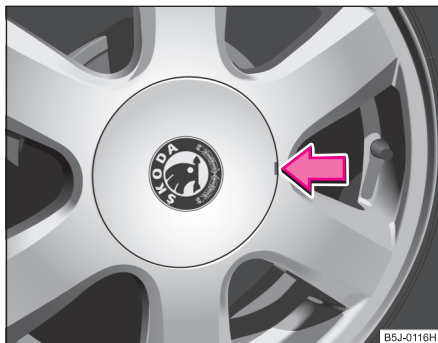

Fig. 169 Desprinderea ornamentelor
- Mișcați cu atenție ornamentul cu ajutorul cârligului ⇒ fig. 169. ■